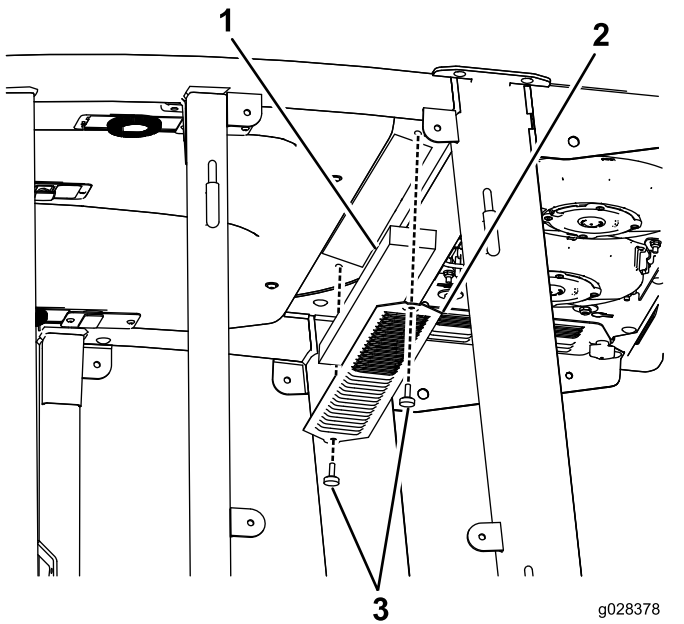
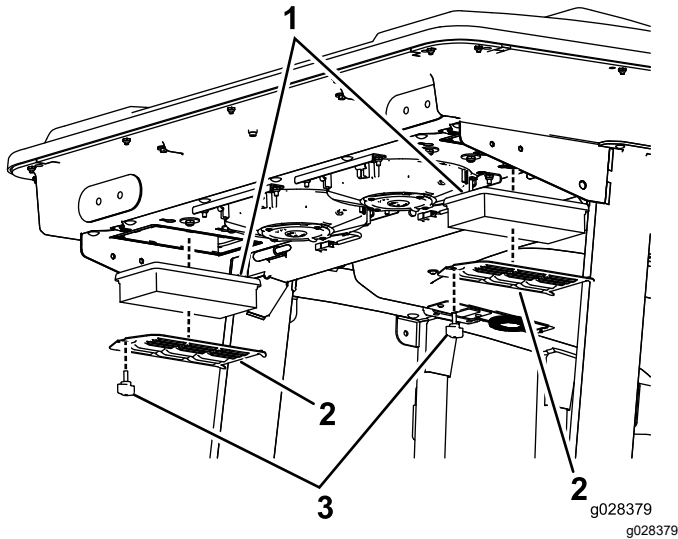

图 54
图 55
1. 拆下驾驶室内和驾驶室后空气滤清器的螺丝和格栅 图 54和图 55。